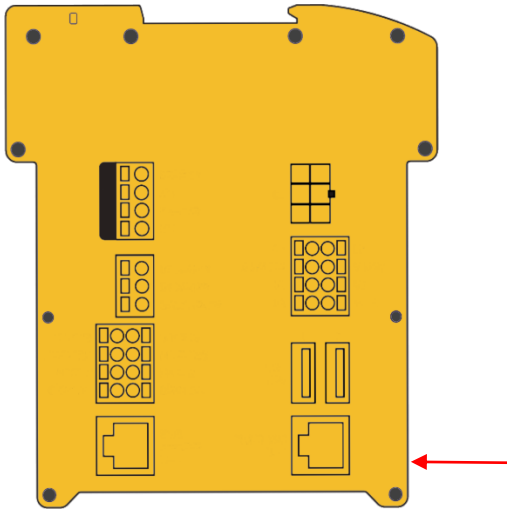

Abbildung 7: Anschluss des Netzkabels am Ladecontroller
3. Führen Sie das Netzkabel in den Netzwerkanschluss des Ladecontrollers ein (Abbildung 7). Achten Sie auf eine ordnungsgemäße Verriegelung des Steckers.